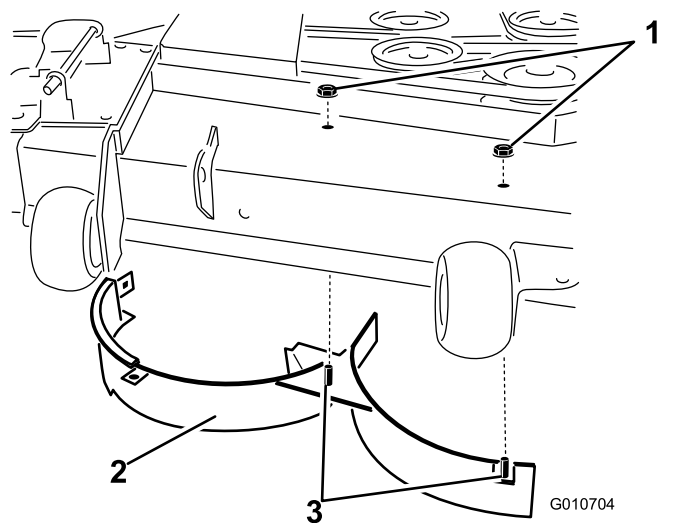

Figura 18
12. Îndepărtați urubul de fixare și contrapiulița care fixează deflectorul drept pe partea superioară a punii mainii de tuns iarba și îndepărtați deflectorul drept de pe puntea mainii de tuns iarba (Figura 18).
11. Îndepărtați cele 2 contrapiulițe (5/16") fixate pe suporturile sudate ale deflectorului drept din partea superioară a punii mainii de tuns iarba, aflate în poziție centrală și la dreapta de centru (Figura 18)